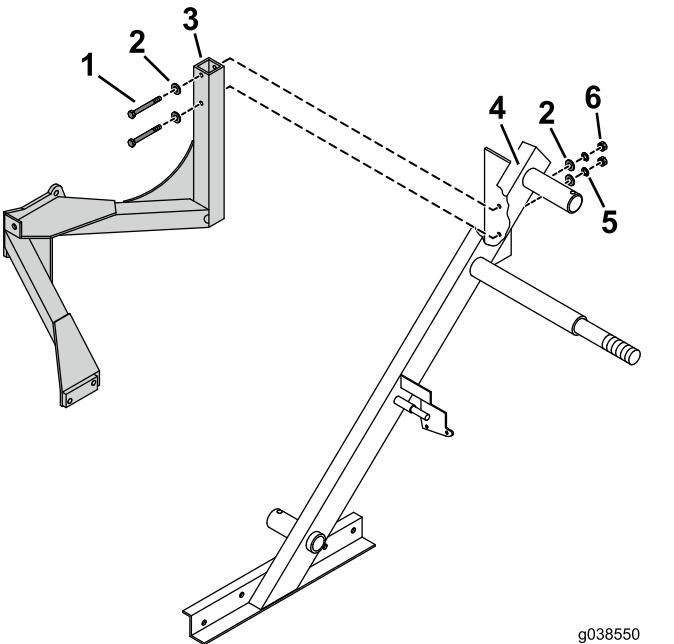

Рисунок 4
1. Прикрепите верхнюю часть монтажного кронштейна к раме сборщика с помощью двух болтов (5/16 x 2 1/4 дюйма), шайб, стопорных шайб и гаек (Рисунок 4).